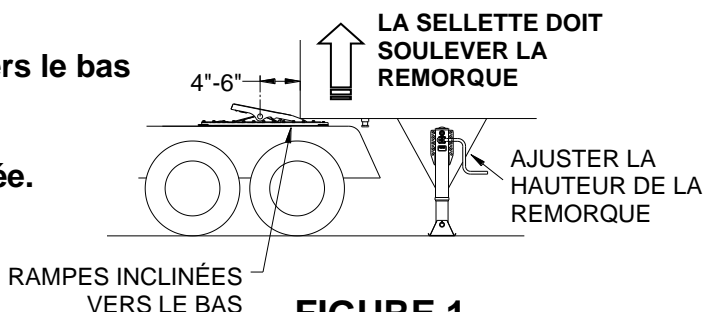

FIGURE 1
1. Les rampes doivent être inclinées vers le bas (voir figure 1).
IMPORTANT! Lors de l'attelage, la sellette d'attelage doit soulever la remorque (voir figure 1).